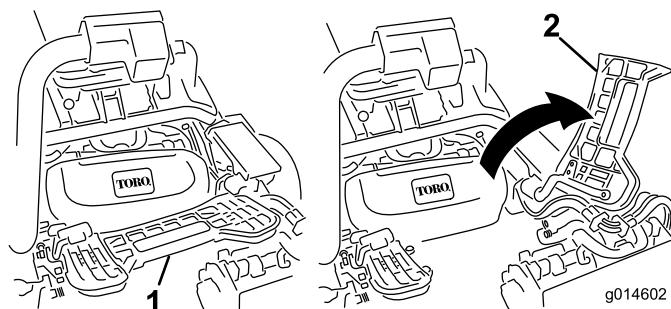

Figura 10
3. Se instalar a unidade de corte central, eleve o apoio do pé e incline-o, permitindo o acesso à posição da unidade de corte central (Figura 10).